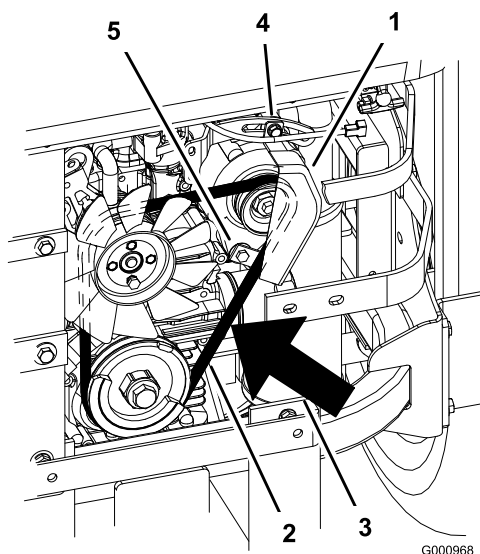

Figure 68
7. Desserrez le boulon inférieur et retirez le boulon de fixation supérieur de l'alternateur et du couvercle (Figure 68).
9. Installez une courroie neuve autour des poulies et de l'alternateur (Figure 68).
14. Serrez le boulon inférieur et vissez le boulon de fixation supérieur de l'alternateur et du couvercle (Figure 68).
2. Réglez l'alternateur vers l'extérieur jusqu'à ce que la courroie présente une flèche de 7 à 9 mm quand une force de 10 kgf est exercée entre les poulies du moteur et de l'alternateur (Figure 68).
5. Si la flèche est correcte, serrez les boulons inférieur et supérieur (Figure 68).